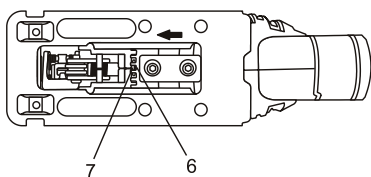

Fig. 5
4. Glissez la semelle vers l'avant pour mettre en prise la fente de l'angle de biseau (6) avec le boulon index (7) (Fig. 5)